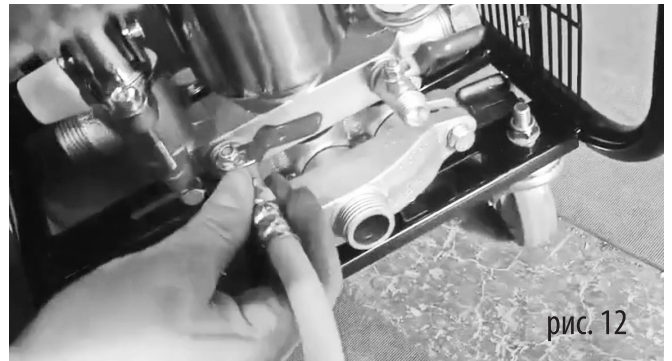

рис. 12
12. Шланг подачи (1) подключите к плунжерному насосу (рис. 12). Надежно закрепите соединение при помощи разводного ключа.